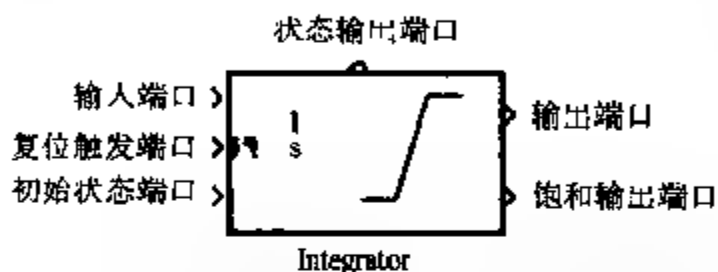

图 7.41 选择所有选项后的积分器模块图标
6)选择所有选项。选择所有选项后,模块图标如图 7.41 所示。